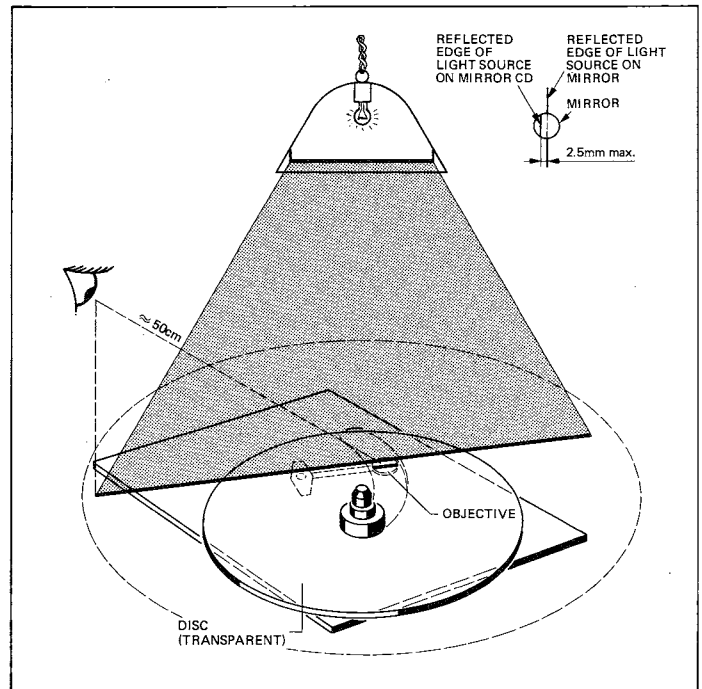
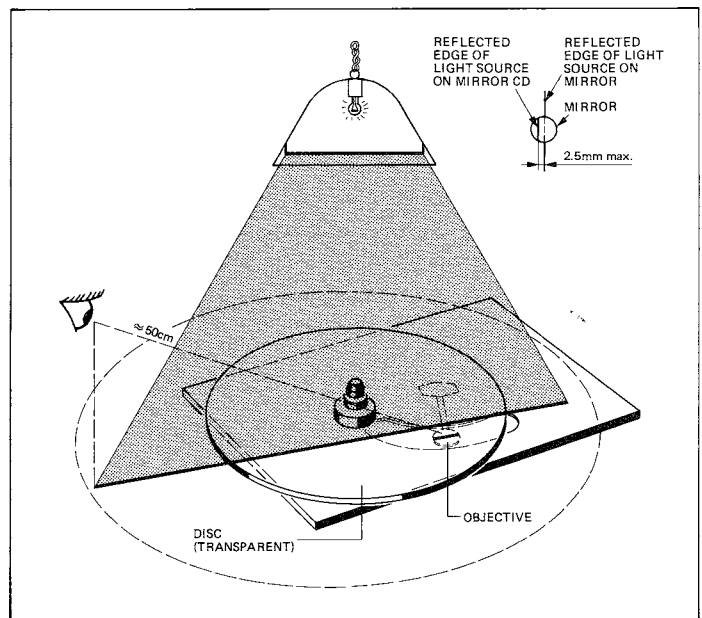

Fig. 4.11
Fig. 4.12
-> fig. 4.11 / fig. 4.12
- En observant les deux ombres sur le disque de verre et le miroir (fig. 4.11) on ne doit pas constater de décalage latéral de plus de 2,5 mm.
- Poser le mécanisme de manière que la ligne d'ombre tombe perpendiculairement au bras mais en passant par le centre du miroir sur l'optique à laser (fig. 4.12).